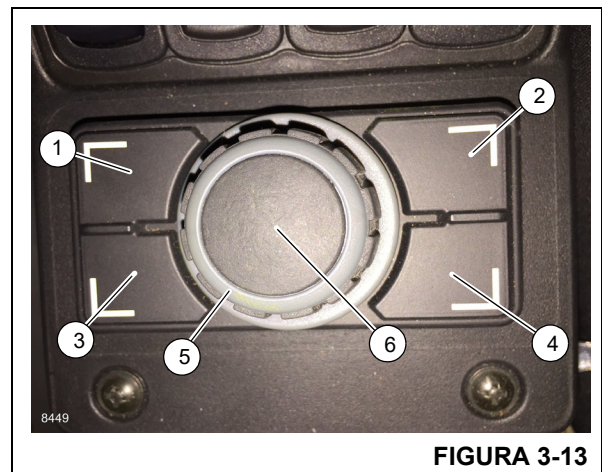

FIGURA 3-13
El cuadrante selector acciona el CCS de la misma forma que los botones en la consola de pantalla, permitiendo un fácil acceso para el operador. El giro del cuadrante selector realiza la misma función que los botones de flecha de navegación en la consola de pantalla. El icono en la esquina inferior izquierda de la vista de pantalla le indica al operador la pantalla que el cuadrante selector está controlando en ese momento. El botón de cambio de pantalla (4) (Figura 3-13) se utiliza para pasar de una pantalla a otra. El botón de tabulación también se puede utilizar para silenciar temporalmente las alarmas audibles. La funcionalidad de los otros botones es diferente, dependiendo de la zona, la pantalla y el menú.
La vista principal (más abajo) aparece en la pantalla de funcionamiento (vista inferior) cuando se conecta la llave. La vista principal muestra el estado de los sistemas de la grúa. Los iconos de color ámbar están habilitados. También muestra información a partir de los códigos en otras vistas. El operador puede seleccionar y activar zonas desde esta vista. El botón de escape (1) (Figura 3-13) permite regresar a la vista principal.
Cuando se oprime el botón de menú en el cuadrante selector (3) (Figura 3-13) o en el tablero de control del CCS, se muestra la información general de los grupos de menú.
Para seleccionar opciones durante el aparejo. Ésta es la única función donde el botón de menú (3) (Figura 3-13) no navega automáticamente a la vista principal. Debe seleccionarse con el icono de menú, en la parte inferior izquierda de esta pantalla
Oprima el botón de escape (1) (Figura 3-13) para salir del menú y regresar a la vista principal del CCS. El operador ahora puede navegar a la pantalla del RCL.
Pulse el botón aceptar/introducir en la pantalla o en el cuadrante selector (6) (Figura 3-13) para salir de la vista de estabilizadores.